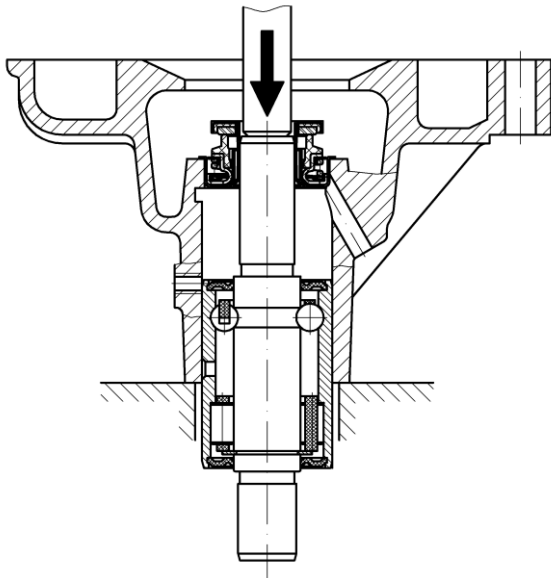

Рис.76. Выпрессовка подшипника с валиком водяного насоса
- выпрессовать из корпуса подшипник (рис.76). Выпрессовку подшипника производить на прессе или с помощью медной оправки. Для более легкой выпрессовки рекомендуется нагреть водяной насос до температуры плюс 80 °С;